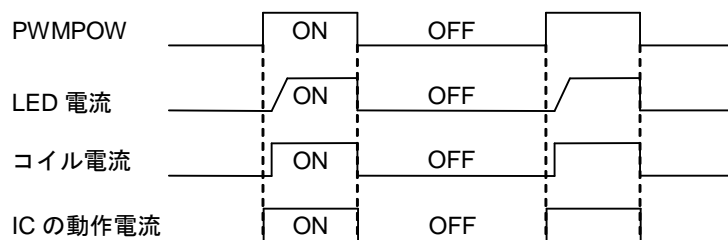

Figure 43.
- 2) パワーコントロール PWM 調整は Figure 43. で示される通り PWMPow に PWM 信号を与えることにより行われます。Figure 43. のように H 区間では PWMDRV の論理で選ばれた電流設定が選ばれ、L 区間は電流をオフします。平均電流は PWMPow 信号の Duty サイクルに比例して増加することになります。この方法はオフ時に IC をパワーオフできるため、消費電流を抑えることができ、高効率であり、50 μ s (200Hz 時に最低 1%) までの輝度調整を可能とします。パワーオン時に内部回路の安定時間が必要となるため、カレントドライバ PWM 調整より PWM 周波数の限界が低くなります。なお、オン時間 50 μ s 未満とオフ時間 50 μ s 未満は、パワーオン/オフ時の影響が大きいため、輝度調整には使用しないでください。ただし、Duty0%, 100%については切り替えの影響がないため、使用上の問題はありません。標準 PWM は 100Hz~1kHz です。また RSTB と PWMPow を同時に PWM 制御することはできません。RSTB を H に設定後、PWMPow のみ PWM 制御してください。